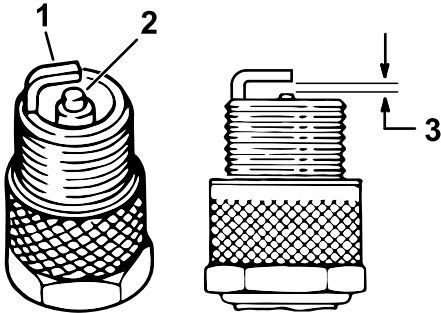

Figura 40
4. Compruebe el estado del electrodo lateral, el electrodo central y el aislamiento del electrodo central para verificar que no están dañados (Figura 40).
5. Ajuste la distancia entre los electrodos central y lateral a **1 mm (0.04") en modelos EFI o 0.76mm (0.03") en modelos con carburador**, como se muestra en la Figura 40.